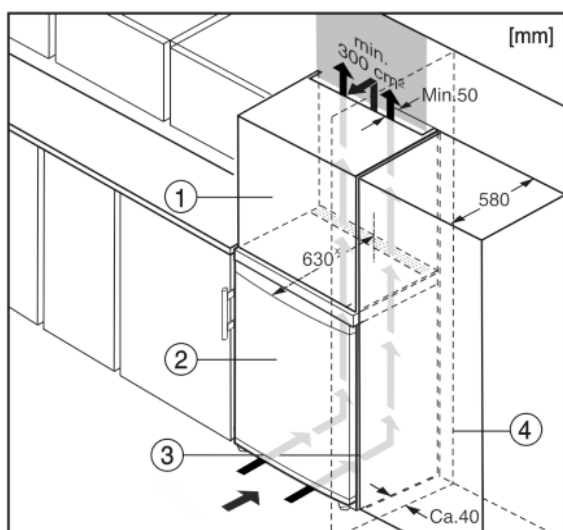

Fig. 10
- (1) Дополнительный шкафчик* (3) Кухонный шкаф*
(2) Устройство* (4) Стенка*
Устройство может быть окружено кухонными шкафами. Чтобы уравнивать устройство Fig. 10 (2) по высоте с кухонной стенкой, можно установить над устройством дополнительный шкафчик Fig. 10 (1).
При комбинировании с кухонными шкафами (глубина макс. 580 мм) устройство можно установить непосредственно рядом с кухонным шкафом Fig. 10 (3). Устройство выступает сбоку на 34 мм* и по центру на 50 мм* относительно передней стенки кухонного шкафа.*
Если устройство установлено на шарнирах у стены Fig. 10 (4), то расстояние между устройством и стеной должно быть не менее 40 мм. Настолько выступает ручка при открытой дверце.*